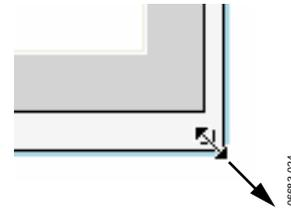

图 26.调整图表元件大小
4. 将光标置于角落的尺寸调整柄上，调节“图表”元件的大小，向外拖动以调大元件（见图26）。